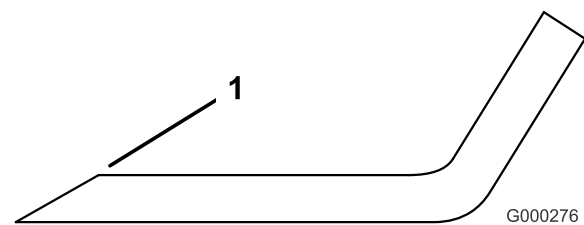

Figure 29
3. Examinez les tranchants de toutes les lames et aiguiser-les s'ils sont émoussés ou ébréchés. N'aiguiser que le haut du tranchant et conservez l'angle de coupe d'origine pour obtenir une coupe nette (Figure 29). Limez la même quantité de métal sur chacun des deux tranchants pour ne pas déséquilibrer la lame.